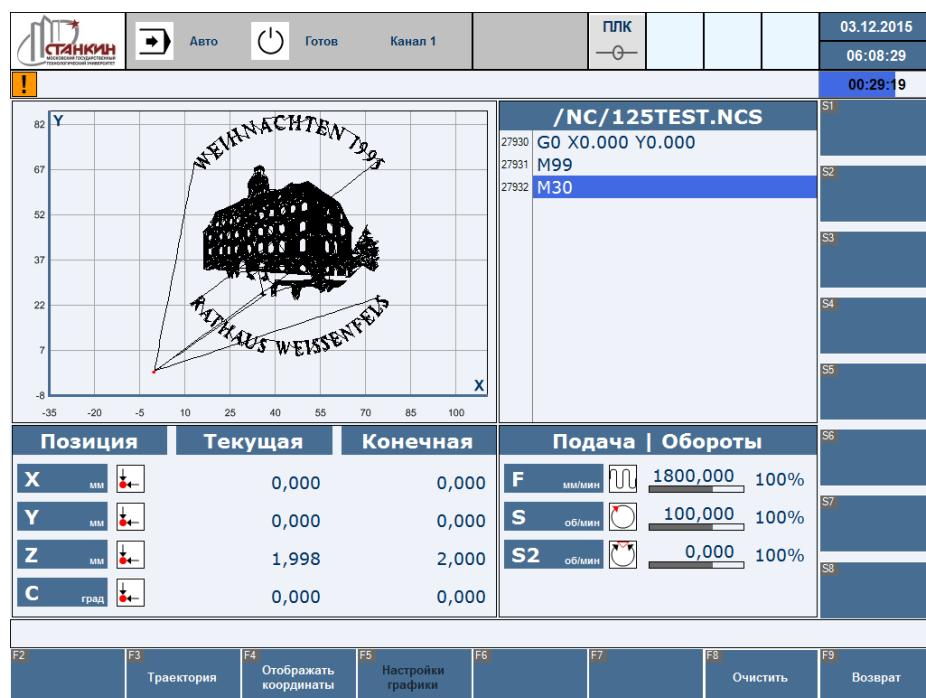

Рисунок 32 – Вид экрана после нажатия F8 «Параметры графики»
- F9 – возврат на уровень вверх (Рисунок 32).
По нажатию F9 «Возврат» производится переход на предыдущий уровень (Рисунок 32).